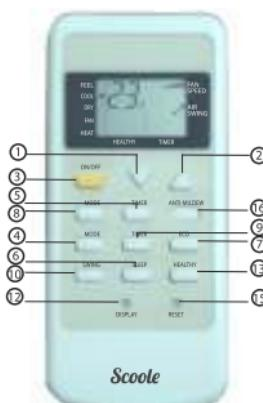

Рис. 3
**Пульт дистанционного управления (Рис. 3)**